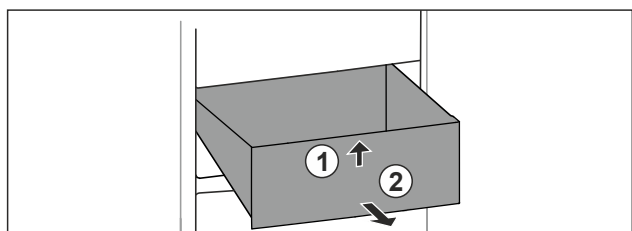

Fig. 100
- ▶ Unieść szufladę z przodu. Fig. 100 (1)
- ▶ Wyjąć szufladę do przodu. Fig. 100 (2)